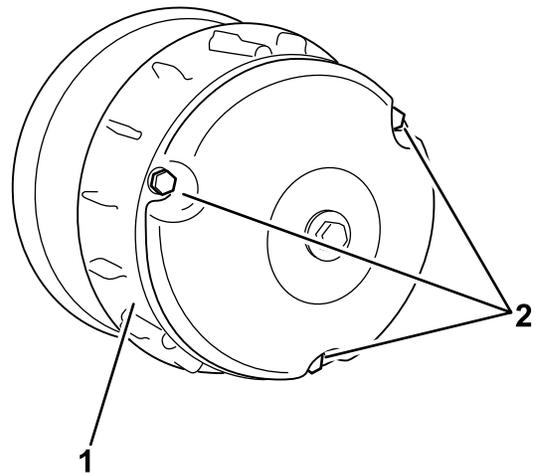

図 61
- クラッチカバーのボルト3本を外してカバーを取る (**図 61**)。
- クラッチカバーを元通りに取り付けて、ボルト3本 **図 61** さきほど2で外したもので固定する。